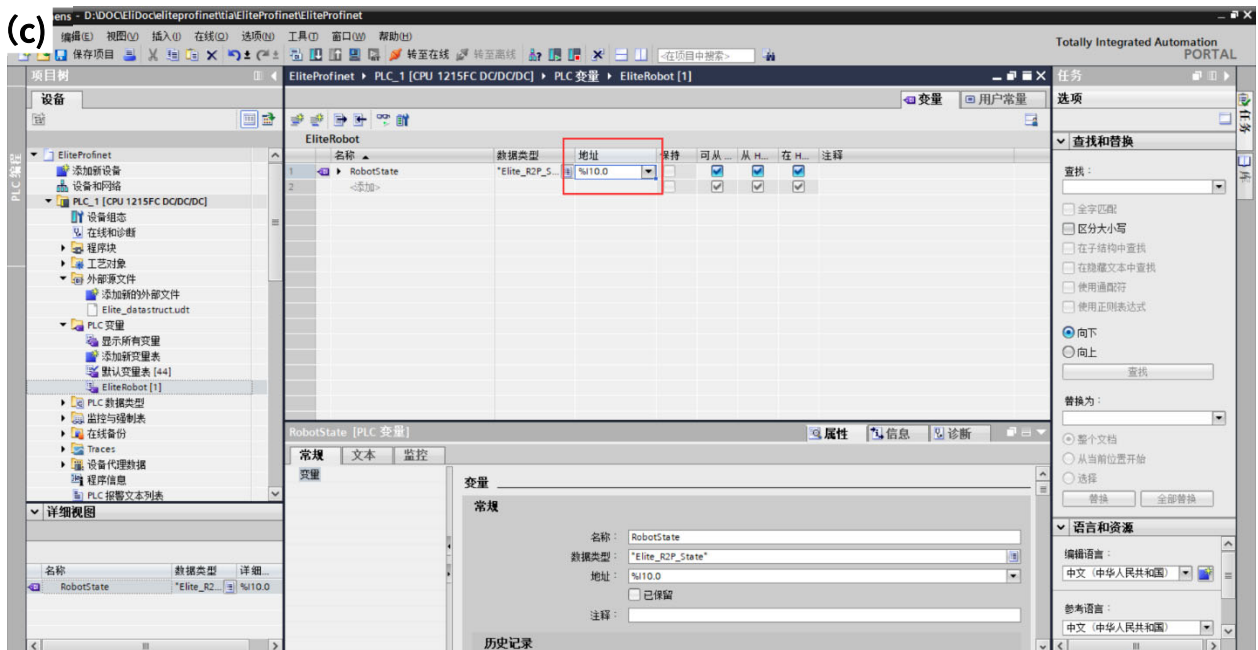

图 15-8 添加变量
1) 左侧项目树中选择 PLC 变量，可“添加新变量表”或者直接选择“默认变量表”。随后便可在相应变量表中添加变量：填入名称和选择数据类型，如图 15-8 (a) 所示，想要获取机器人的状态，则选择"Elite_R2P_State"类型。
2) 左侧项目树中双击“设备和网络”并双击“elite-dev”选择插槽 1 中的“R2P_State_1”，选择“IO 变量”，记下第一个变量的地址，如图 15-8 (b) 所示，是“%I10.0”。
3) 回到变量表中，将刚刚记录下的地址填入变量地址，如图 15-8 (c) 所示。以此类推，可以将十个插槽中的变量添加。